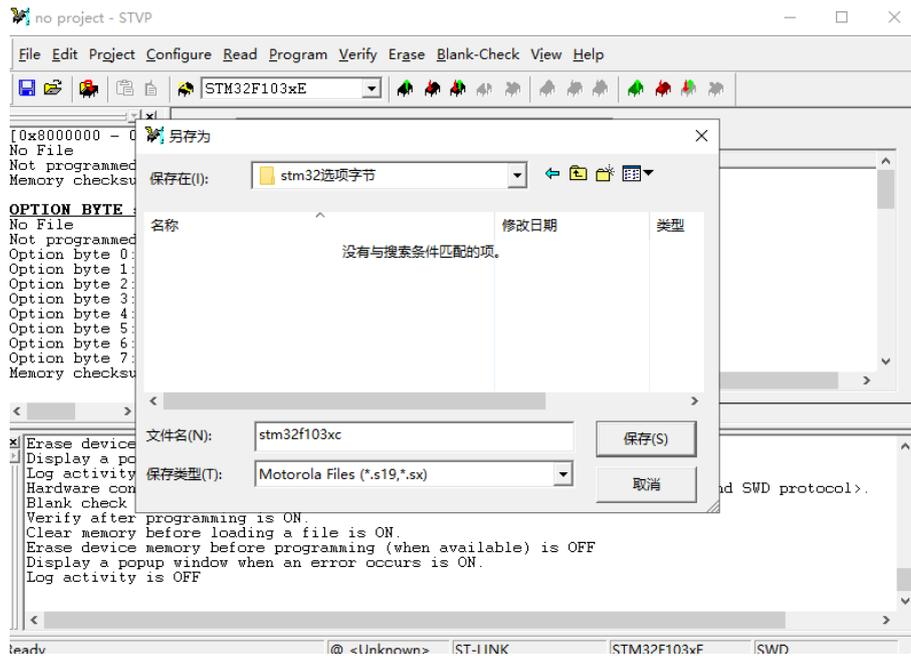

图 2.13-5 保存选项字节配置为.s19 后缀的文件
3、把此时通过 STVP 配置好的选项字节另存为一个.s19 后缀的文件, 如图 2.13-5 所示。